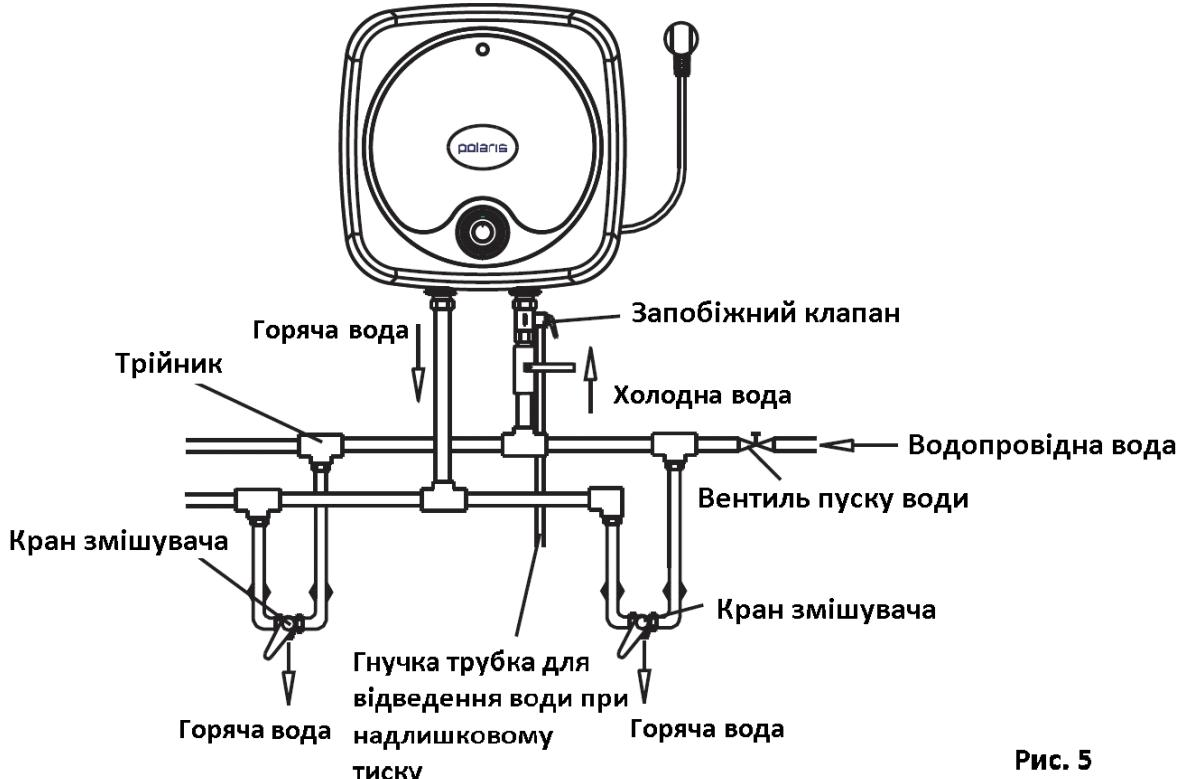

Рис. 5
- Якщо ви хочете під'єднати до водонагрівача декілька споживачів води, керуйтесься наступною схемою (приклад для варіанту монтажу над раковиною) на рис. 5: